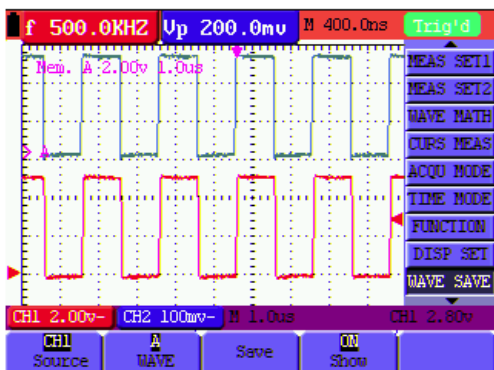

Рисунок 49. Сохранение осциллограммы
6. Нажмите кнопку **F4**, чтобы включить отображение осциллограммы, сохраненной по указанному адресу, на дисплее. Осциллограмма, сохраненная по адресу A, будет показана на дисплее зеленым цветом, а ее нулевой уровень, значения напряжения и времени – лиловым цветом (см. рисунок 49).